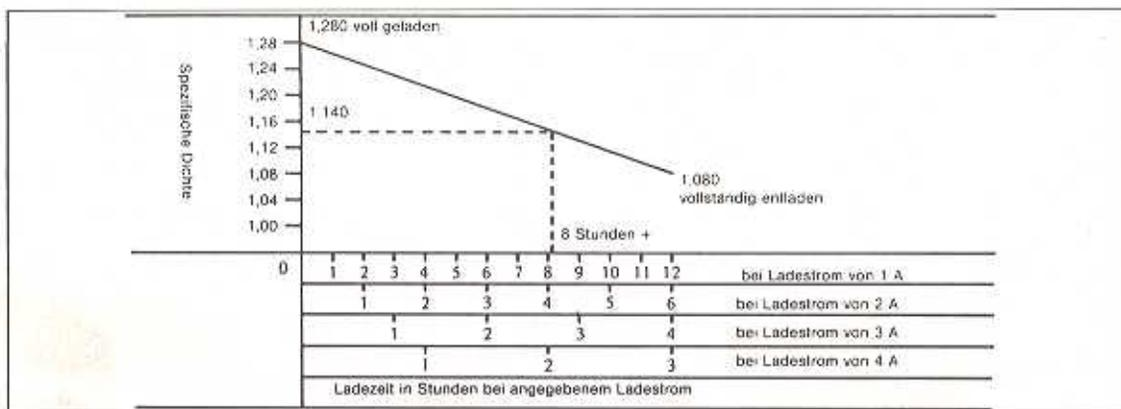

Bild 279
- Den Ladestrom entsprechend dem nebenstehenden Diagramm einstellen (Bild 279).